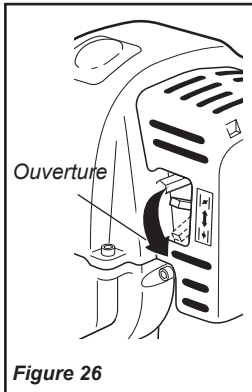

Figure 26
6. Quand le moteur démarre, déplacer lentement le levier de l'étrangleur vers la position « ouverte ». Voir figure 26. (Si le moteur s'arrête après le premier démarrage, fermer l'étrangleur et recommencer.)